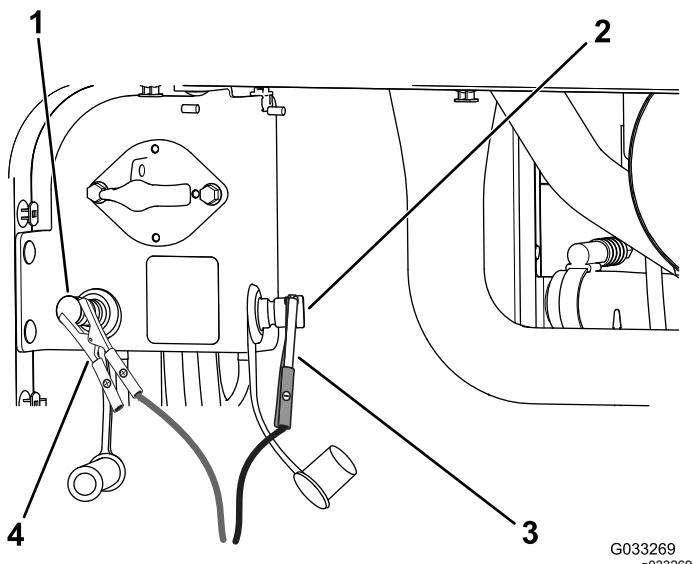

Figure 108
4. Connectez le câble positif du chargeur de batterie à la borne positive de la batterie (Figure 108).
5. Branchez le câble négatif du chargeur de batterie à la borne négative de la batterie déchargée (Figure 108).
- Quand les batteries sont chargées au maximum, débranchez le chargeur de la source électrique, puis débranchez les fils du chargeur des bornes de la batterie déchargée (Figure 108).